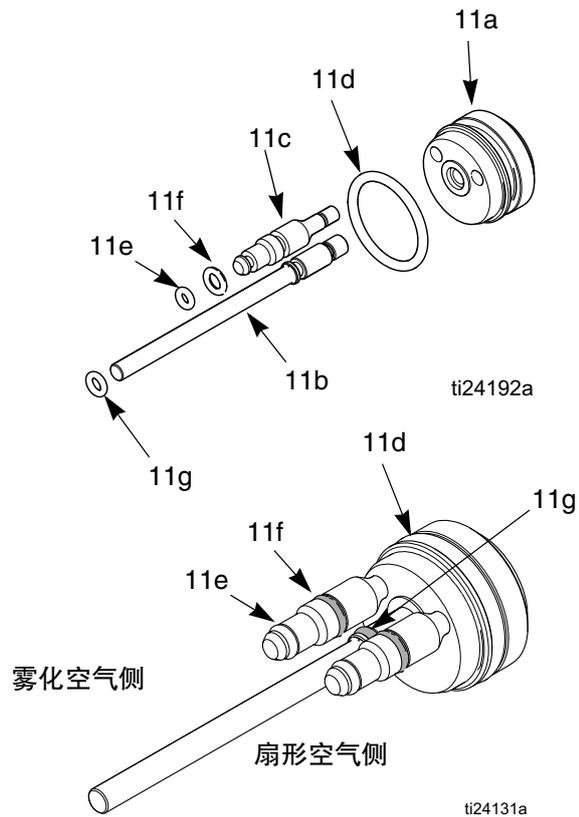

图 22. 活塞 O 形圈
4. 从喷枪后部卸下活塞盖 (13)。
5. 推动活塞杆 (11) 来把活塞推出喷枪背面。
6. 检查 O 形圈 (11d、11e、11f、11g) 是否损坏。参见表 3 和图 22。
9. 安装弹簧 (12) 和活塞盖 (13)。